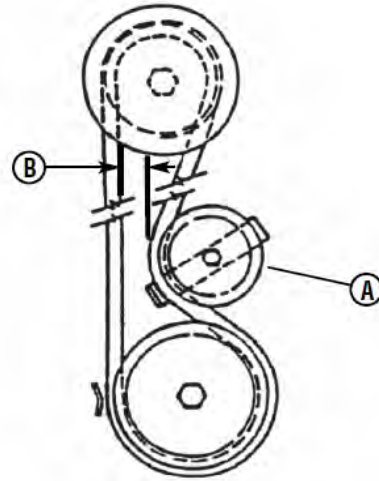

図7-4 ベルト間隙の計測
5. 28”デッキ*: アイドラプーリ(図7-4のA)とベルトの間隙を測ります。この間隙(B)は26~32mmです。26mm以下の場合には調整します。「ブレード駆動ベルトリーの調整」を参照。